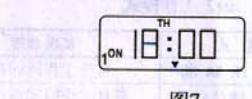

图7
6.3 按一下“定时”键,液晶显示屏左下方出现“1 ON”字样(表示第一次开启时间)再按“校星期”键、“校时”键和“校分”键,输入所需开启时间,如图7所示。